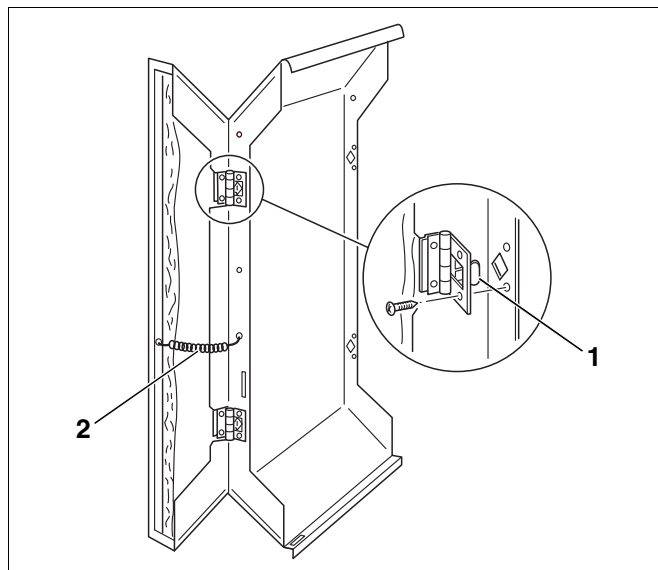

Fig. 49 Montarea clapelor din pereții laterali
- Cârligul balamelelor (fig. 49, **poz. 1**) de pe clapetele pereților laterali se agață în decupările din pereții laterali anteriori și se asigură cu șuruburi de tablă.
- Arcul pentru închidere (fig. 49, **poz. 2**) se agață de peretele lateral și de clapa peretelui lateral.